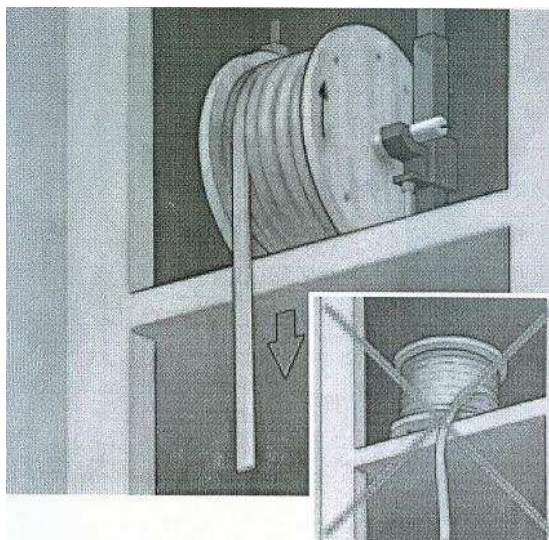
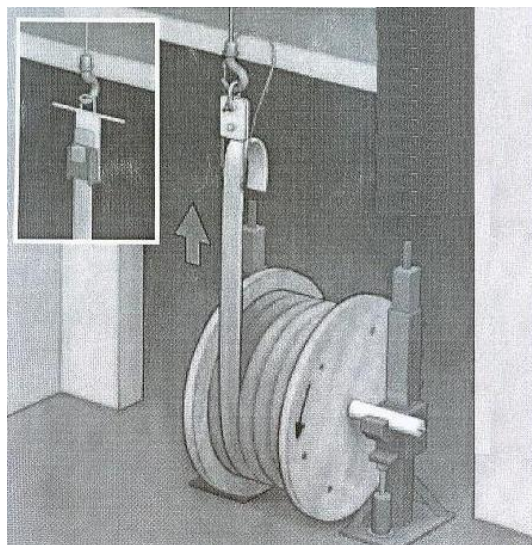

图 1：由上向下敷设法
图 2：由下向上敷设法
1、将电梯电缆从机房由上向下进行敷设或由下向上利用牵引装置进行敷设，见图 1 和图 2 所示（如电梯电缆为盘装，应采用如图所示的合适方法后进行敷设）；